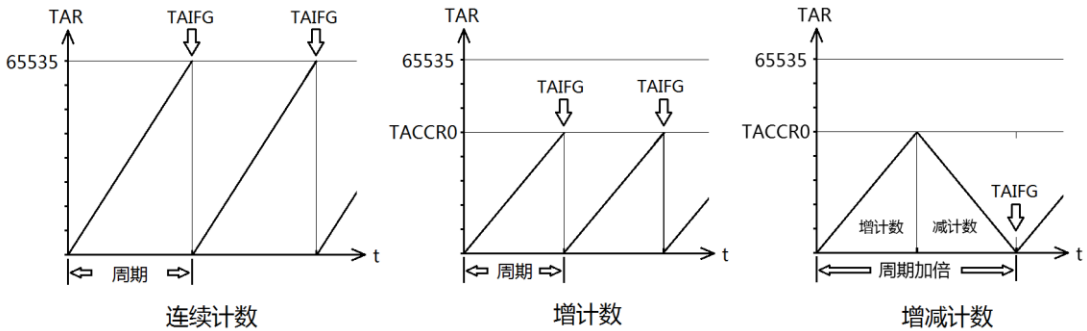

图 6.5 各种计数模式下主定时器中断 TAIFG 时刻
- 3) 各种计数模式何时触发中断 TAIFG (Timer_A Interrupt Flag) 呢？如图 6.5 所示，连续计数在 0xFFFF→0 时刻；增计数在 TACCRO→0 时刻；增减计数模式是在减计数的 0x0001→0x0000 时刻。